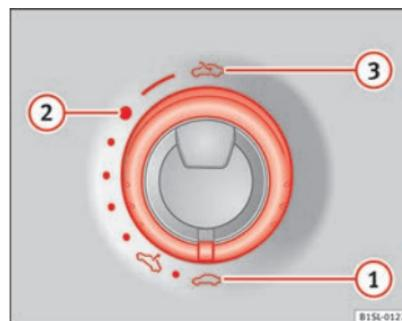
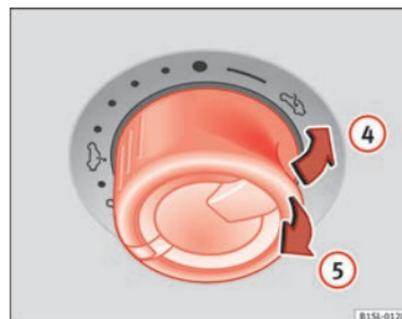

Fig. 26 Nel tettuccio interno: girare il comando per l'apertura e la chiusura.
Fig. 27 Nel tettuccio interno: girare il comando per sollevare il tettuccio e chiuderlo.
| Funzione | ⇒ fig. 26 oppure ⇒ fig. 27 | Come avviene |
- Prima che siano trascorsi approssimativamente 5 secondi dall'attivazione del limitatore di forza, tirare l'interruttore ⇒ fig. 27 ⑤ finché il tettuccio scorrevole/sollelevabile non si sia chiuso del tutto.